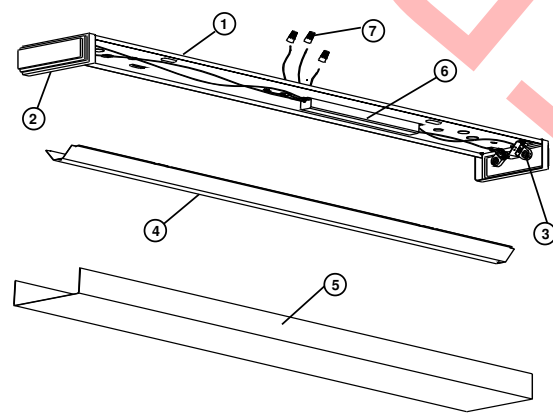

Figure 1
1. Retirer les composants de ¼ appareil et tout sac de pièces fourni. S'assurer que toutes les pièces sont comprises. **Voir la Figure 1.**
1. Remove fixture components and parts pack(s). Check that all parts are included. **See Figure 1.**